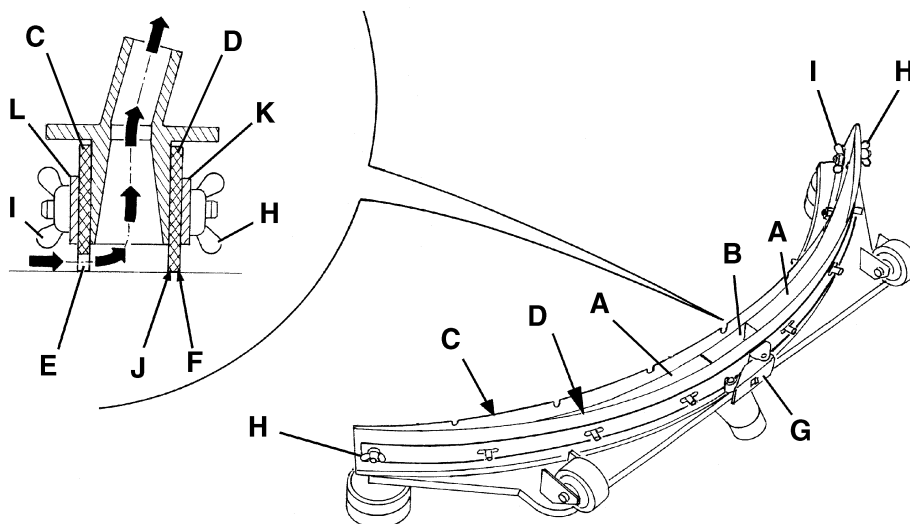
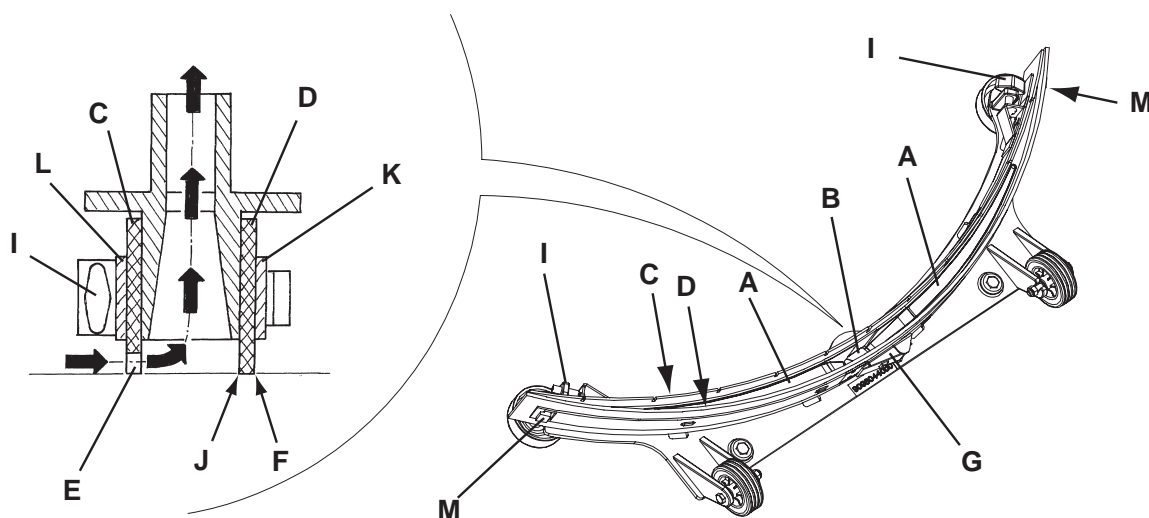

Figure 5
Figure 6
2. Positionner la clé de contact (80) sur "0".
3. Baisser l'embouchure (25) au moyen du levier (10).
4. Desserrer les boutons (26) et déposer l'embouchure (25).
5. Déconnecter le tuyau d'aspiration (15) de l'embouchure.
6. Laver et nettoyer l'embouchure en acier (Fig. 5) ou en aluminium (Fig. 6). Nettoyer en particulier les compartiments (A, Fig. 5 ou 6) et l'orifice (B). Contrôler que la lamelle en caoutchouc avant (C) et la lamelle en caoutchouc arrière (D) sont intactes et qu'elles ne présentent pas de coupures ou déchirures ; en cas contraire, les remplacer (voir la procédure au paragraphe suivant).
- Nettoyer l'embouchure en acier (Fig. 5) ou en aluminium (Fig. 6) comme indiqué au paragraphe précédent.
- Contrôler que les bords (E, Fig. 5 ou 6) de la lamelle en caoutchouc avant (C) et les bords (F) de la lamelle en caoutchouc arrière (D) se posent simultanément sur le marbre de contrôle, et en toute leur longueur ; en cas contraire, régler leur hauteur en procédant selon les instructions suivantes :
- Dégager le tirant (G, Fig. 5 ou 6) et desserrer les écrous papillons (H, Fig. 5) ou décrocher les dispositifs de retenue (M, Fig. 6) ; régler la lamelle en caoutchouc arrière (D, Fig. 5 ou 6), puis serrer les écrous papillons ou accrocher les dispositifs de retenue et engager le tirant.
- Desserrer les boutons (I) et régler la lamelle en caoutchouc avant (C, Fig. 5 ou 6), puis serrer les boutons.
- Contrôler que la lamelle en caoutchouc avant (C, Fig. 5 ou 6) et la lamelle en caoutchouc arrière (D) sont intactes et qu'elles ne présentent pas de coupures ou déchirures ; en cas contraire, les remplacer en procédant comme suit. Contrôler que l'arête (J) de la lamelle en caoutchouc arrière n'est pas usée ; en cas contraire, tourner la lamelle en caoutchouc, en remplaçant l'arête usée avec l'une des trois arêtes intactes. Si toutes les arêtes sont usées, remplacer la lamelle en caoutchouc en procédant comme suit :
- Dégager le tirant (G), déposer les écrous papillons (H) ou décrocher les dispositifs de retenue (M), remplacer la bande de retenue (K) et remplacer/tourner la lamelle en caoutchouc arrière (D).